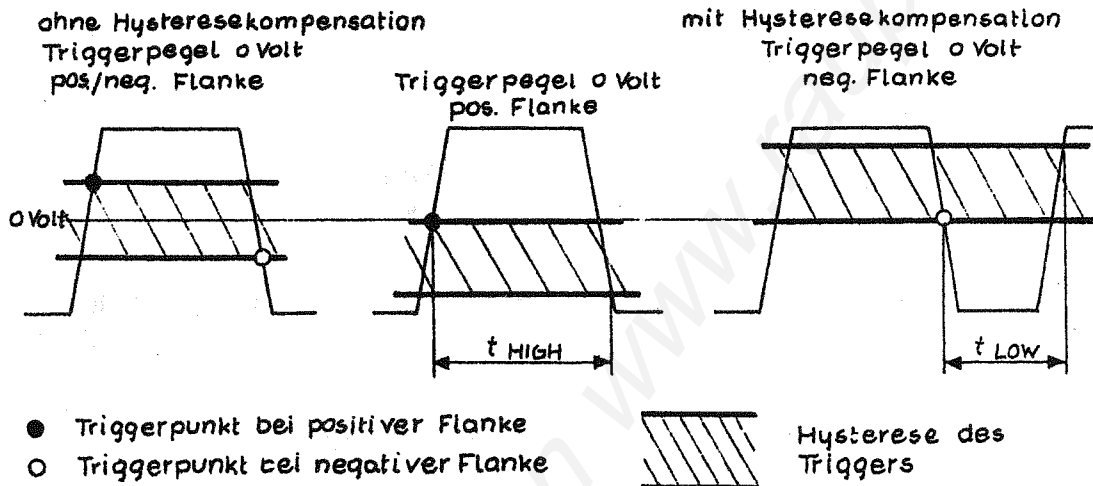

Bild 20: Hysteresekompensation des Triggerpegels beim G-2005.500/510
Für den Triggerpegel sind Zahlenwerte zwischen $-25,4$ V und $+25,4$ V möglich. Außerdem sind 4 Festwerteinstellungen vorgesehen. Die Triggerpegeleinstellung ist hysteresekompensiert. Bild 20 verdeutlicht die Wirkung der Hysteresekompensation am Beispiel der Triggerpegeleinstellung 0 Volt.
Die Hysteresekompensation ist nicht nur für den Wert 0 Volt, wie in Bild 20 dargestellt, wirksam, sondern auch für alle anderen eingestellten Werte.
- Null: Triggerung auf 0 Volt, ohne Hysteresekompensation (siehe Bild 20)